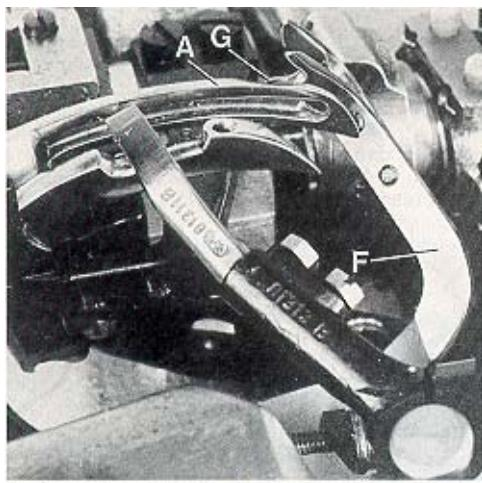

Fig.9
Rotate handwheel in operating direction. On the upward travel of spreader (F, Fig. 9) the tip of its lower prong (G) must pass as close as possible in the recess behind the eye of the lower looper (A) without contacting it.
Drehen Sie das Handrad in Nährichtung. Bei der Bewegung des Blindgreifers (F, Fig. 9) nach oben muß die Spitze seines unteren Zinkens (G) so dicht wie möglich in der Aussparung hinter dem Öhr des Untergreifers (A) vorbeigehen, ohne diesen zu berühren.